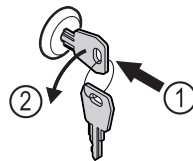

Fig. 167
- Inserire la chiave. Fig. 167 (1)
- Ruotare la chiave di 90° in senso antiorario. Fig. 167 (2)